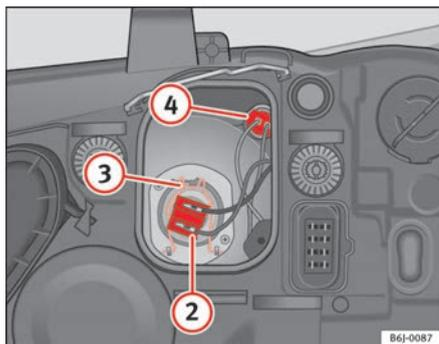

Fig. 146 Luz de presença
- Retirar o conector ⇒ fig. 146 ② da lâmpada.
- Desengate a mola de fixação ⇒ fig. 146 ③ pressionado-a para dentro e para a direita.